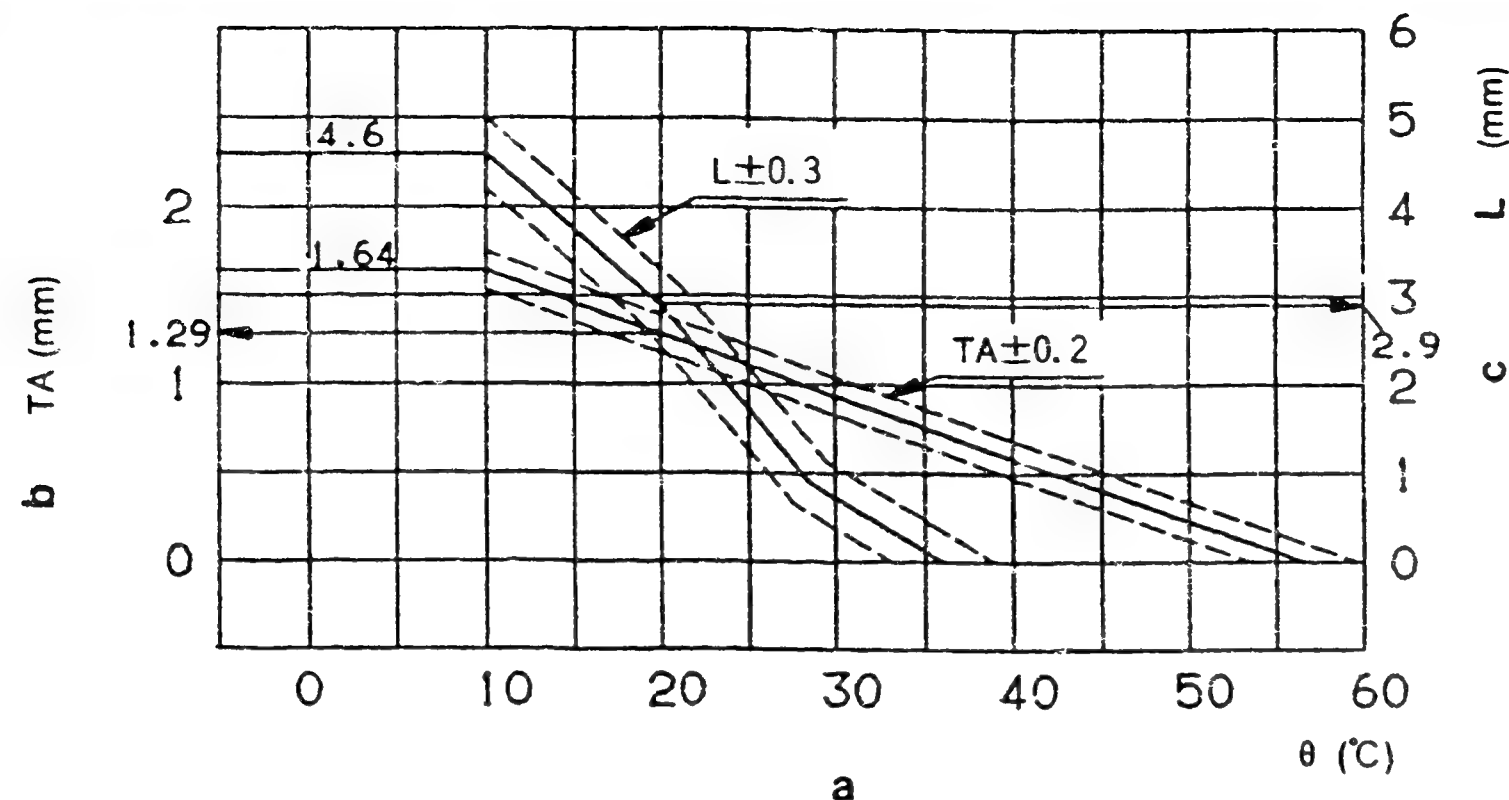

Bild 35
- 1) Verstellerweg aus Bild 35 für die Lufttemperatur bei der Einstellung ermitteln.
- 2) Verstellerweg-Einstellschraube so einstellen, daß der Verstellerweg dem im Diagramm (Bild 35) ermittelten Wert entspricht.
- 1) Dicke $L \pm 0,05$ mm des erforderlichen Parallelendmaßes (Bild 35) entsprechend der Lufttemperatur bei der Einstellung entnehmen.